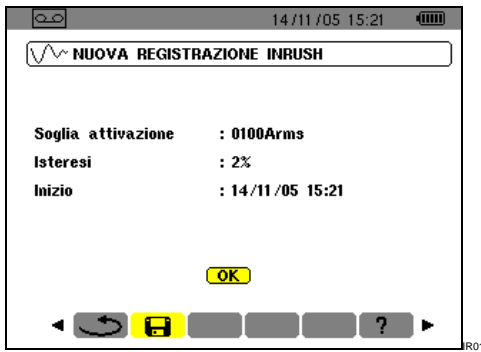

Figura 58: parametrizzazione della registrazione Inrush.
1. Partendo dallo schermo *Nuova registrazione Inrush* (Figura 58), premere ← per ritornare allo schermo *Modo Inrush*.